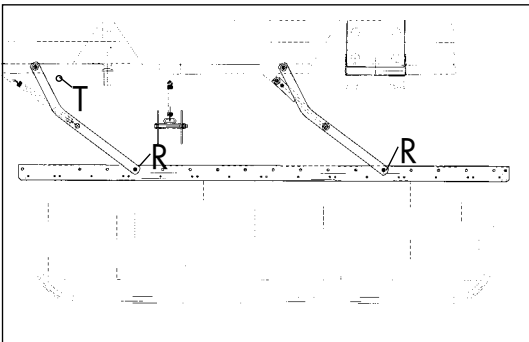

Bild 6-4
Der Schwadformer kann in Längsrichtung in verschiedenen Positionen montiert werden (R). So kann die Schwadbildung optimal für jede Futterart eingestellt werden. Wird das Schwadtuch nicht benötigt, so kann es in der hochgeschwenkten Stellung am vorderen Lenkerpaar abgesteckt werden (T) (Bild 6-4).